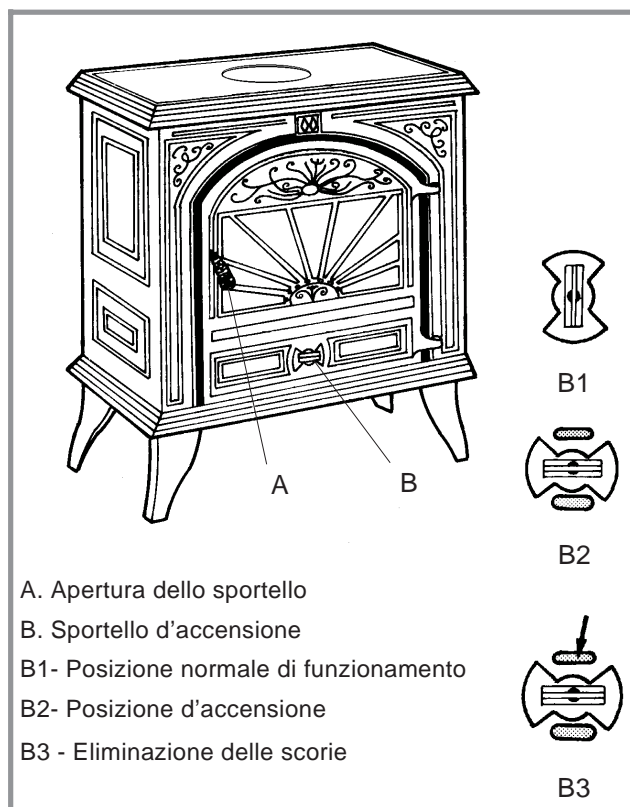

Fig. 9 - Organi di manovra
- Inserire l'attizzatoio nell'apertura della parte superiore (# B3, fig. 9, p. 36)